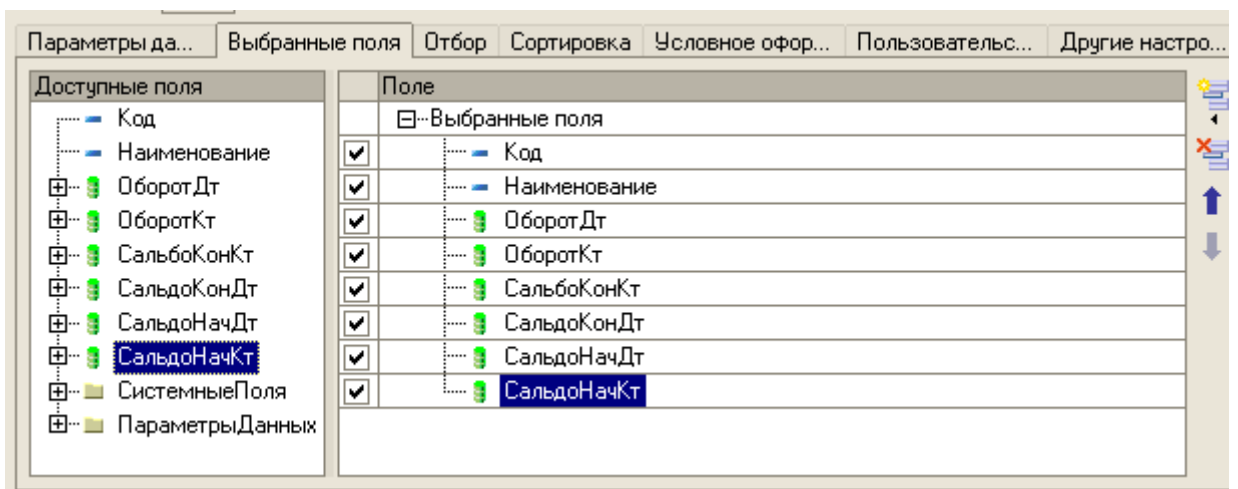

Рис. 177
- на закладке *Выбранные поля* выберите все поля для вывода в отчете (рис. 177);